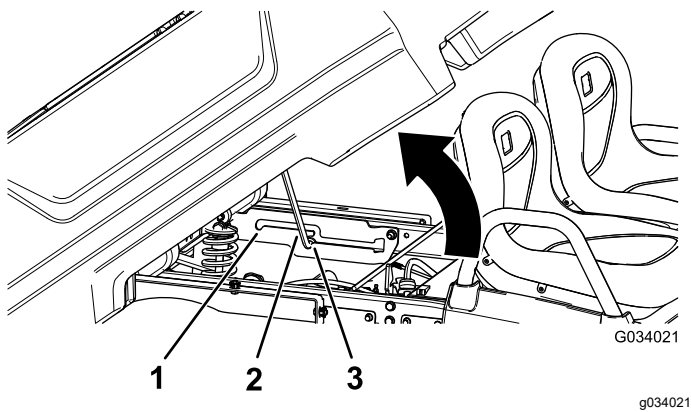

Figure 14
2. Engagez la béquille dans le cran de verrouillage pour bloquer le plateau en position déchargement (Figure 14).
2. Engagez la béquille dans le cran de verrouillage pour bloquer le plateau en position d'entretien (Figure 14).
2. Tirez la béquille hors de la fente de verrouillage (Figure 14).